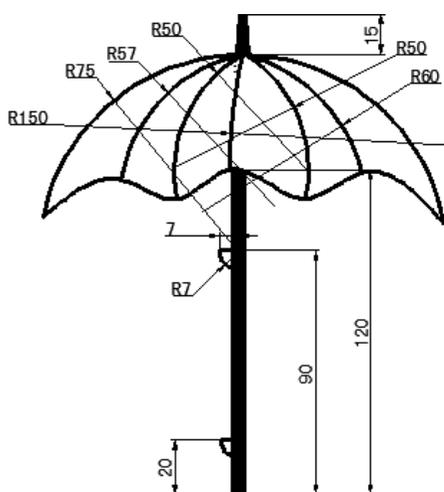

图 17.3.13 添加半径尺寸
Step4. 用 **标注(I)** → **半径(R)** 命令创建半径标注，完成后的图形如图 17.3.13 所示。